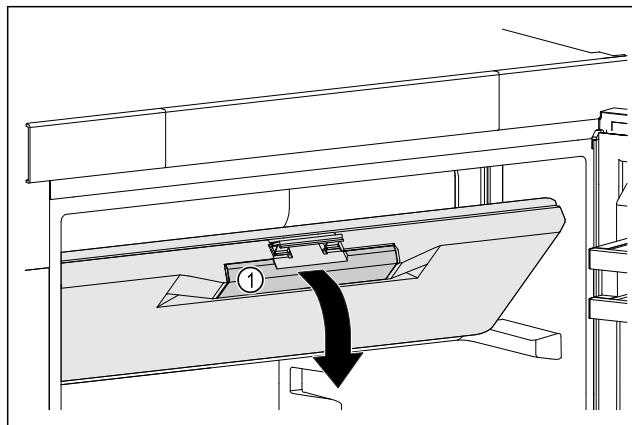

Fig. 48
- Візьміться за потайну ручку Fig. 48 (1) морозильної камери.